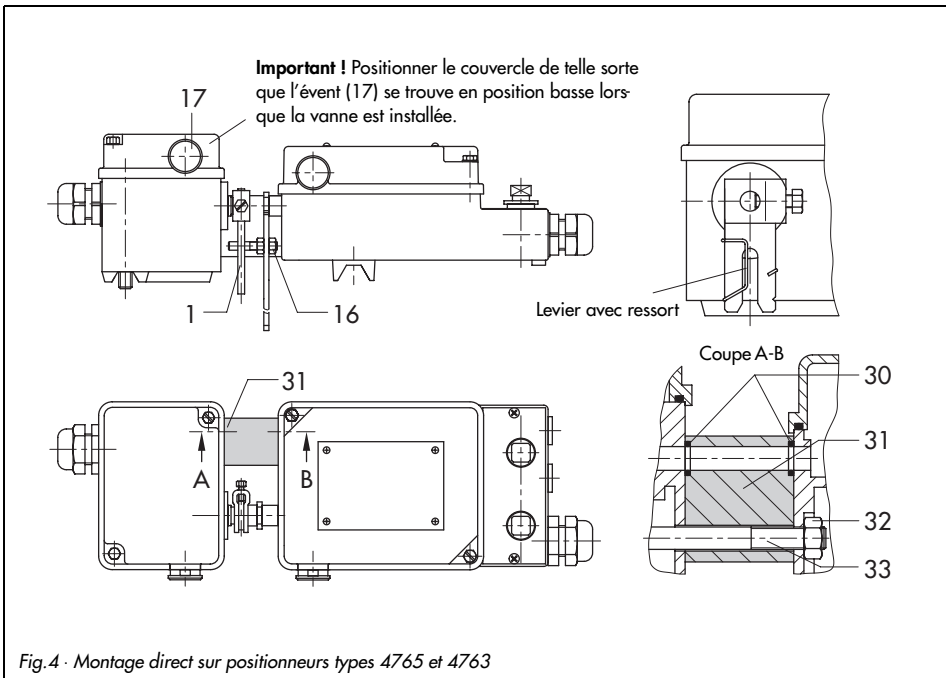

Fig.4 · Montage direct sur positionneurs types 4765 et 4763
2.3 Montage sur positionneurs (fig. 4)